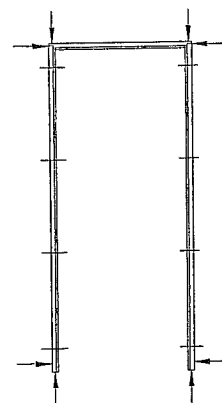

Fig. 1
Karmen bør forbores, før samling med 4 x 28/65 søm. Bedre er naturligvis at anvende 4 stk. skruer, som giver en stivere forbindelse. Den samlede karm skal fastgøres til den omgivende væg med skruer nr. 14 og ravpluks eller tilsvarende. Fastgørelsen skal ske mindst 4 steder i hver sidekarm og for 2-fløjede døre tillige mindst 1 sted (midt) i karmoverstykket. Karmen fastkiles ud for hvert fastgørelsespunkt i hele karmens dybde, samt lodret og vandret ved hver hjørnesamling i top og bund (Fig. 1). Det er vigtigt, at det er muligt at efterspænde karmen mod opklodsning efter en periode for at modvirke, at døren hænger, hvis karmtræet arbejder. Såfremt døren skal monteres i en stålarm skal stålarmleverandørens forskrift følges. Inden endelig fastgørelse, kontrolleres det:
- at karmen er placeret rigtigt i forhold til færdigt gulv, således af dørpladen/pladerne går fri af gulvet ved åbning til hhv. 90/180 grader. Fig. 1